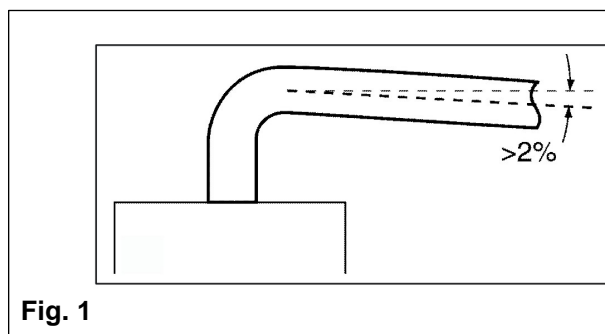

Fig. 1
**⚠** Al fine di garantire la funzionalità e l'efficienza dell'apparecchio si deve prevedere per i canali d'aspirazione e scarico, per i tratti orizzontali, una pendenza minima del 2% verso il basso dall'apparecchio verso l'esterno (fig. 1).